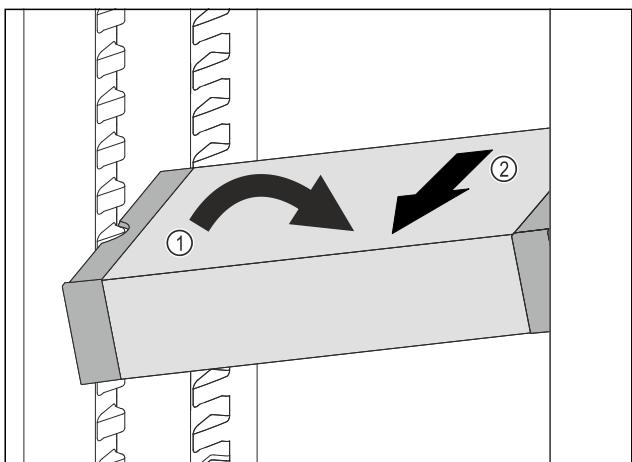

Fig. 93
- VarioSafe im Kühlelement schräg stellen. Fig. 93 (1)
- VarioSafe nach vorne entnehmen. Fig. 93 (2)